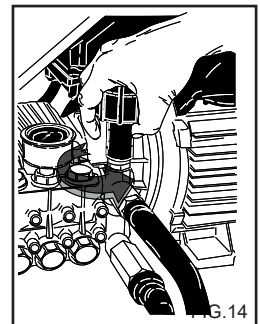

FIG.14
Dieses Kapitel bezieht sich nur auf die Modelle, die über einen "Druckregulierer" verfügen. Mit dieser Vorrichtung (fig. 14) kann man den Betriebsdruck regulieren. Wenn man den Drehschalter C entgegen dem Uhrzeigersinn dreht (B) (Minimum) wird der Betriebsdruck verringert.